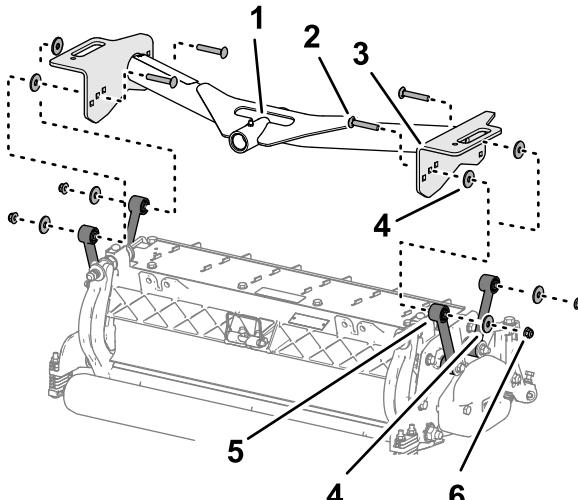

Bild 15
1. Richten Sie die Löcher in den Platten des vorderen Trägerrahmens auf die Löcher in den Montageplatten des Mähwerks aus (Bild 15).
2. Legen Sie eine Unterlegscheibe zwischen der Trägerplatte und dem Lenker ein (Bild 15) und montieren Sie die Platten und das Distanzstück lose mit einer Schlossschraube (3/8" x 2 1/4"), einer Unterlegscheibe und einer Sicherungsbundmutter (3/8").